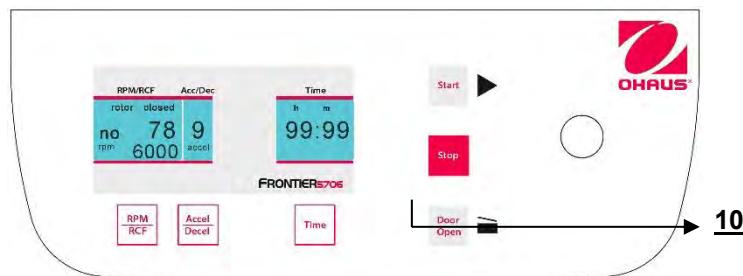

Figura 23
Il ciclo può essere interrotto in ogni momento premendo il tasto "Stop" (10) (Vedere figura 23). Dopo aver premuto il tasto, la centrifuga decelera all'intensità preselezionata fino a che non si arresta.